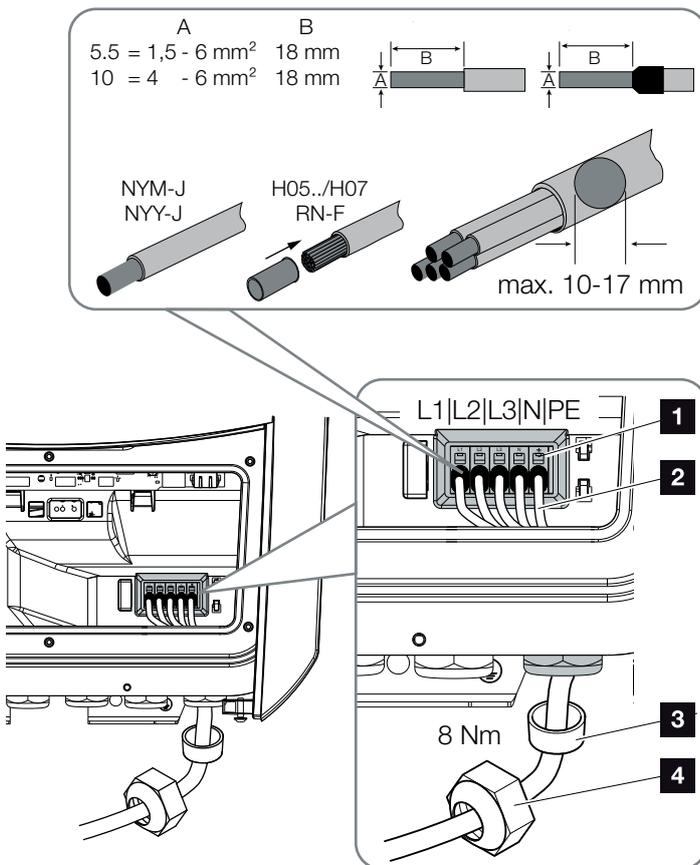

Fig. 21 : Raccordement de la ligne d'alimentation du réseau à l'onduleur chargeur
9. Raccorder les fils du câble d'alimentation réseau à la borne de raccordement AC conformément au marquage. **!** **🔧** Fig. 21, pos. 1